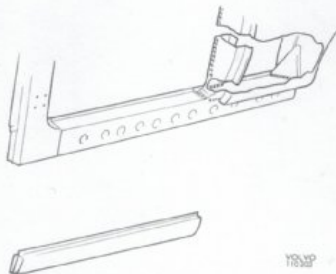

Bild 2. P 120, 2-dörrars
7. Justerklipp underläggsplåtens ändar med en plåtsax. Passa in och spänn fast underläggsplåten med svetstänger till halva dess bredd (se bild 2), under karossplåten.